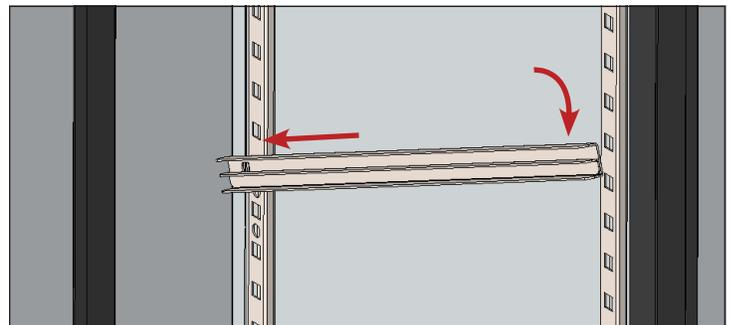

Fig. 2. Posizionare lo scorrimento del ripiano/vaschetta.
3. Far scorrere le linguette negli intagli e verificare che l'unità sia a livello. Vedere fig. 2.